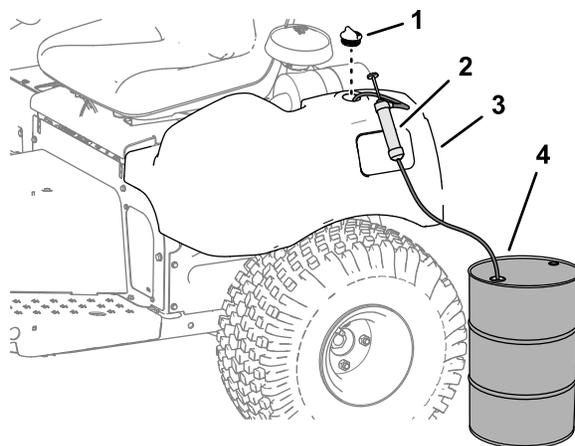

Bild 46
- Nehmen Sie die Kappe vom Hydraulikbehälter ab (Bild 46).
- Pumpen Sie das Hydrauliköl vom Behälter ab (Bild 46).